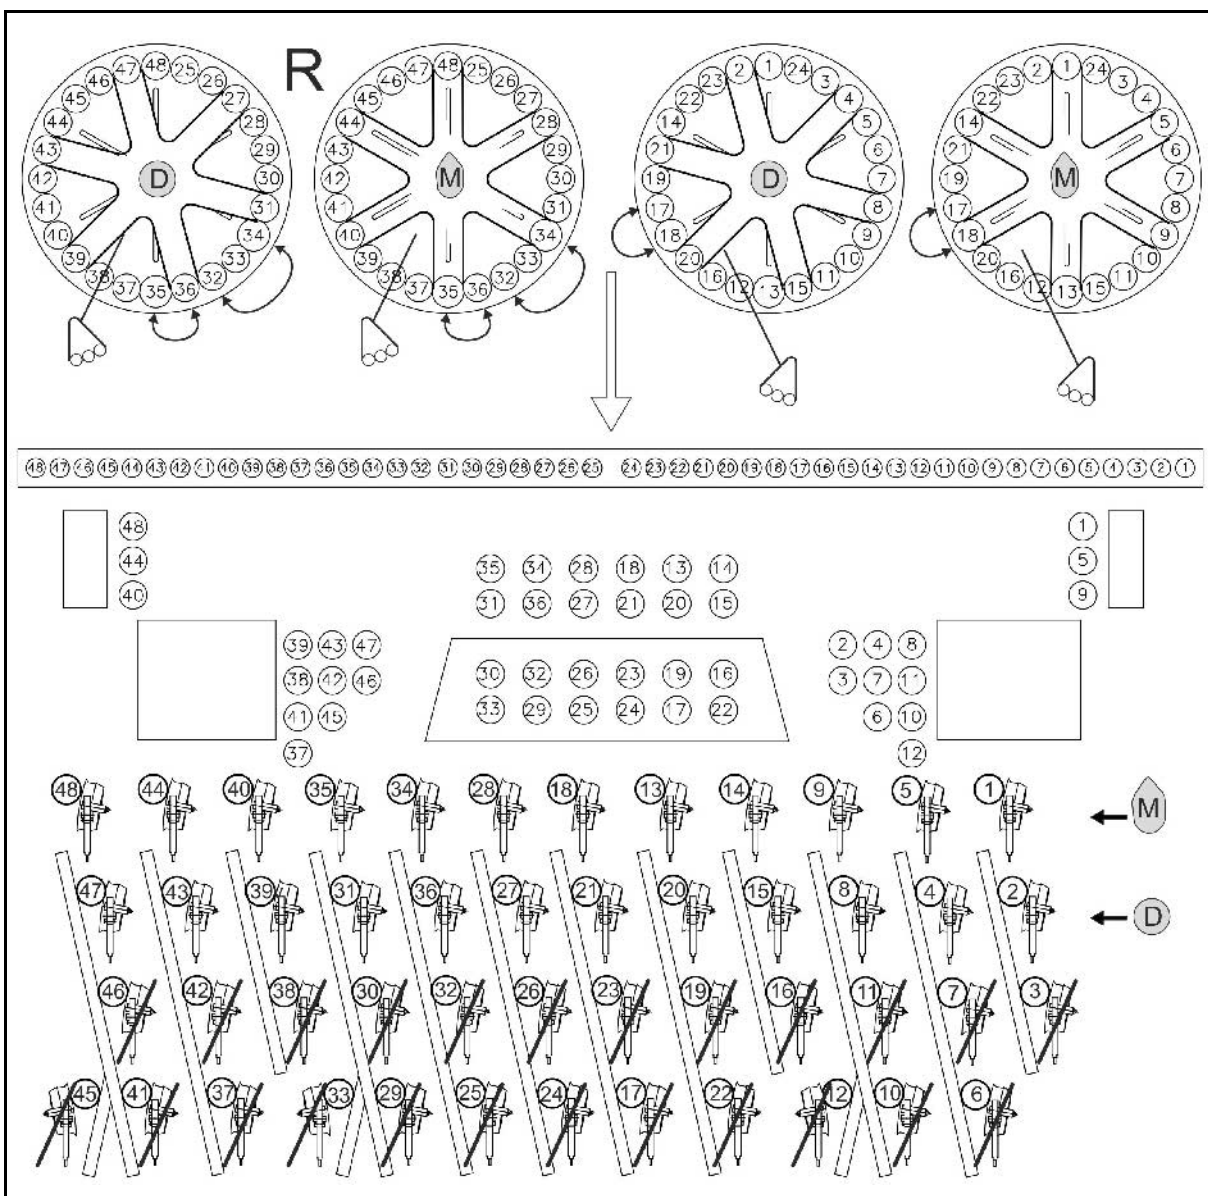

Рис. 35
- Кукуруза **M**: установите заглушки согласно Рис. 35
- Удобрения **D**: установите заслонки согласно Рис. 35